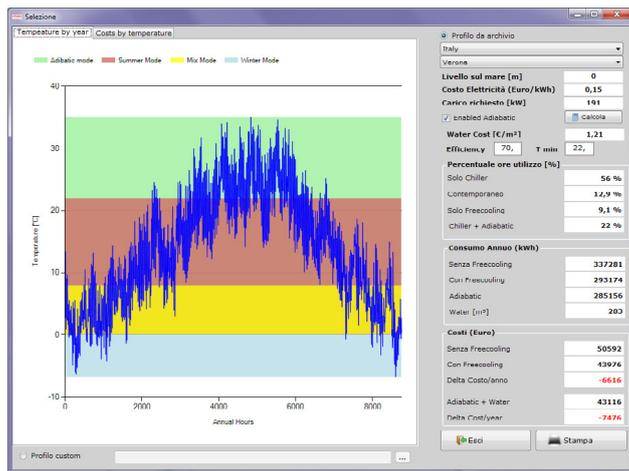

Fig.3 - Simulazione Annuale - Profilo di temperatura
- Grafico profilo di temperatura (Fig.3):